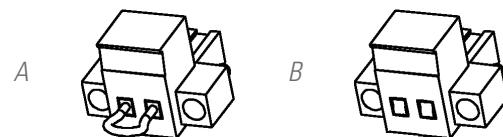

Fig. 9. Conector para o EPO externo.
- Por defeito, o equipamento é enviado de fábrica com o tipo de circuito de EPO fechado (NC). Ou seja, que o UPS realiza o corte de abastecimento elétrico de saída, paragem de emergência, ao abrir o circuito:
- Também ao retirar o conector fêmea da base onde estiver inserido. Este conector está ligado a um cabo como derivação que fecha o circuito (ver Fig. 9 A).
- Ou ao acionar o botão externo ao equipamento e pertencente ao utilizador e instalado entre os terminais do conector (ver Fig. 9 B). A ligação ao interruptor deve ser realizada no contacto normalmente fechado (NC), pelo que abrirá o circuito ao ser acionado.